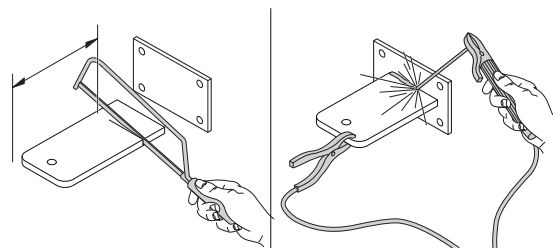

Abb. 3
**02.** Vor der Befestigung an der Mauer muss der Bügel an eine entsprechende Befestigungsplatte angeschweißt werden (**Abb. 3**); falls erforderlich kann der Bügel gemäß den Werten der **Quoten A** und **E** zugeschnitten werden.